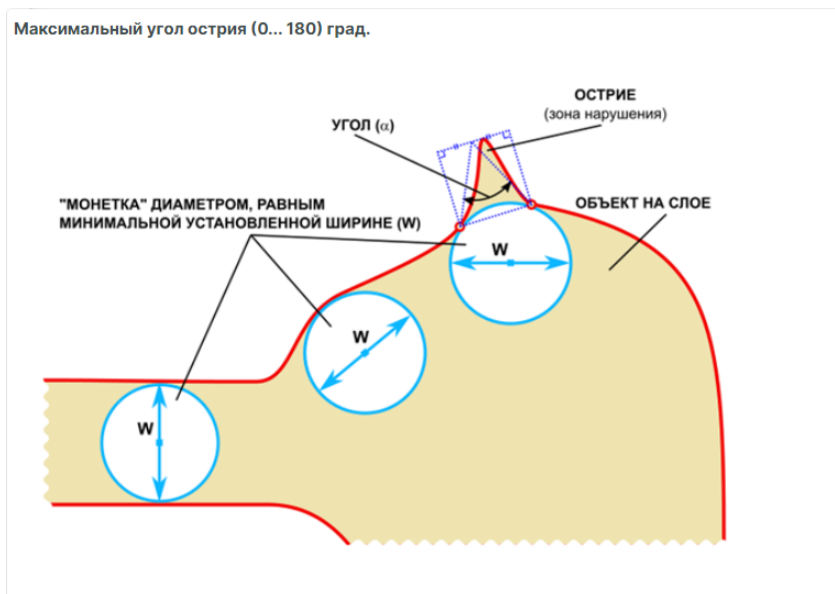

Рис. 679 Максимальный угол острия
- максимального заданного угла острия (0°–180°) для всех элементов, расположенных на выбранных слоях печатной платы, см. Рис. 679;